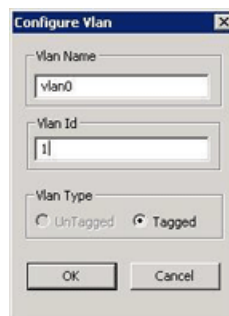

Abbildung 3-15. Konfigurieren eines VLAN
3. Geben Sie im Dialogfeld **Configure VLAN** (VLAN konfigurieren) (siehe Abbildung 3-15) in die Felder **VLAN Name** (VLAN-Name) und **VLAN ID** (VLAN-ID) Werte ein, klicken Sie auf einen geeigneten **VLAN-Typ** und dann auf **OK**.